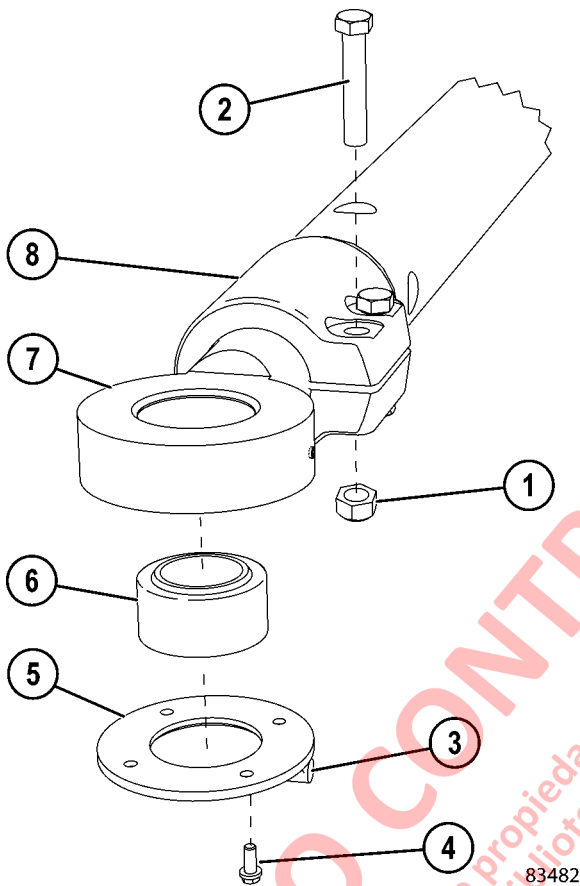

FIGURA 3-13. CONJUNTO DE LA BARRA DE DIRECCIÓN (ESTILO ANTIGUO)
1. Retire los pernos (4, Figura 3-13 o Figura 3-14) y el retenedor (5).
2. Empuje o presione para sacar los rodamientos (6) del extremo de la barra (7).
1. Instale el rodamiento (6, Figura 3-13 o Figura 3-14) en el extremo de la barra (7).
2. Instale el retenedor (5) con pernos (4) y apriete al torque estándar. Asegúrese de que los atenuadores antirotación (3) en el retenedor estén perpendiculares al eje del extremo de la barra. Esto evitará que el extremo de la barra serpee de lado a lado una vez que esté instalada en el camión.
3. Cubra los extremos roscados de la barra (7) con grasa de chasis en base a litio (EP, NLGI #2 multipropósito).
4. Instale los extremos de la barra (7) en el tubo de la barra de dirección.